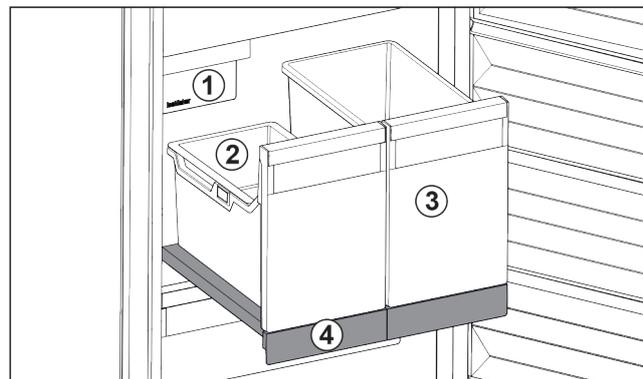

Fig. 40 Auszugsbord mit IceTower
Auf dem Auszugsbord sind zwei hohe Behälter (IceTower). Im Behälter Fig. 40 (2) werden Eiszwürfel aus dem IceMaker gesammelt und gelagert. Behälter Fig. 40 (3) eignet sich für die Lagerung von hohen Lebensmitteln wie Pizzen oder alkoholischen Getränken.